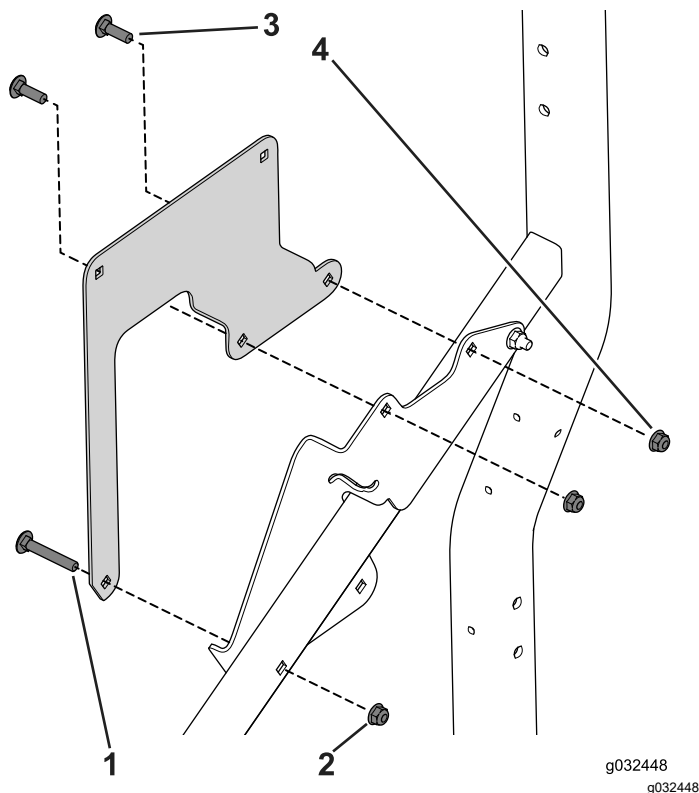

Figure 33
1. Fixez le support au cadre à l'aide des 3 boulons de carrosserie (5/16 x 2 po), (5/16 x 1 po), et des 3 écrous à embase (Figure 33).